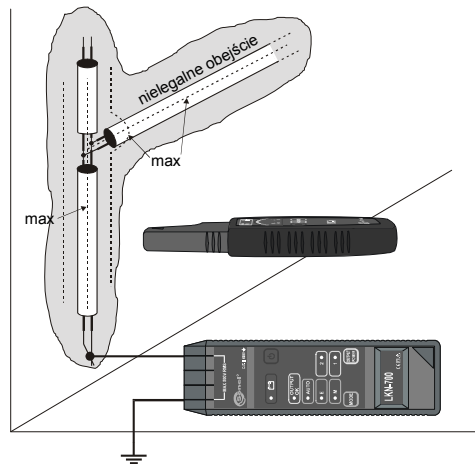

Рис.12 Обнаружение нелегальных обводов счетчиков электроэнергии – обвод в плоскости стены
- Перемещать головку приемника по бокам трассы легальной проводки. В месте ответвления провода уровень сигнала возрастает (Рис.12).
Если в схеме (Рис.12) удастся включить режим „M+E”, то это значит, что один из проводов нелегального обвода заземлен. Тогда следует отключить от генератора заземление, которое позволяет включить этот режим.